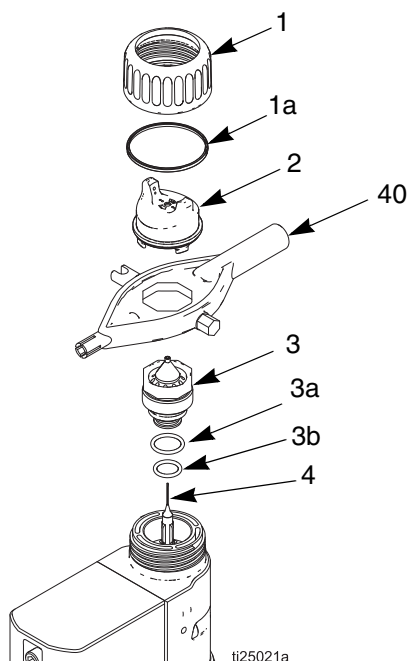

ABB. 29. Luftkappe/Düse austauschen
2. Den Haltering (1) und die Luftkappe (2) entfernen. Siehe **ABB. 29**.